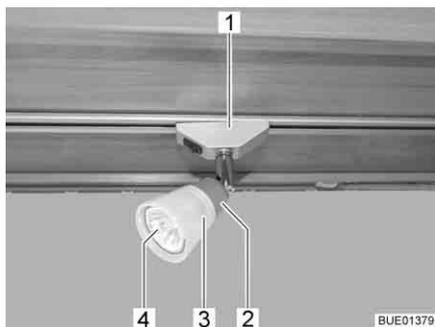

Fig. 211 Foco halógeno (desplazable)
- Girar el foco halógeno (Fig. 211,1) 90° y sacarlo del riel.
- Girar la pantalla de lámpara (Fig. 211,3) en sentido contrario a las agujas del reloj.
- Retirar la pantalla de lámpara y la bombilla halógena (Fig. 211,4) con cuidado del portalámparas (Fig. 211,2).